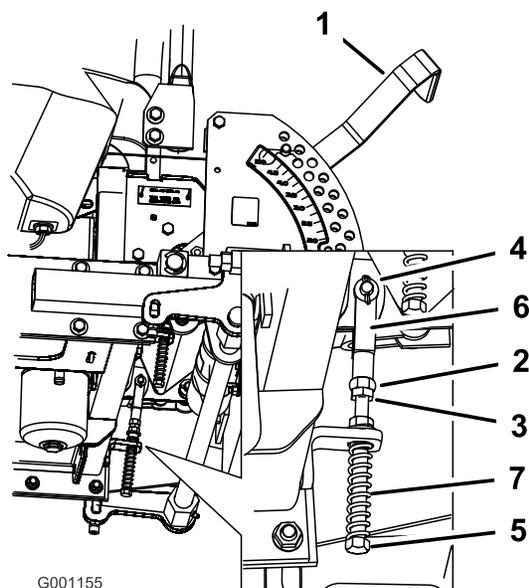

Figura 68
8. Se occorre regolare, allentate il dado e il controdado contro la forcella (Figura 68).
- Premete leggermente indietro la leva di comando del movimento, e girate la testa del bullone di regolazione nella direzione opportuna finché la leva di comando non si trova al centro, in posizione di bloccaggio in folle (Figura 68).
- Serrate il dado e il controdado (Figura 68).